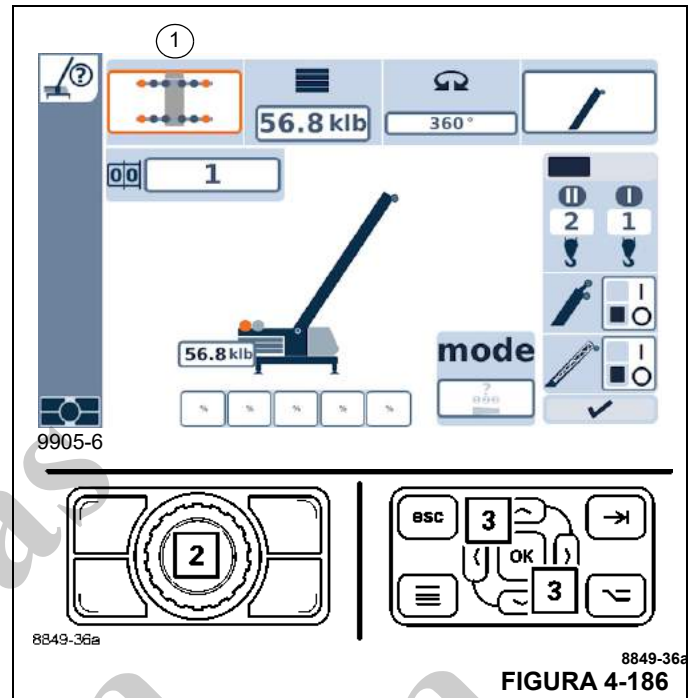

FIGURA 4-186
- Selecione e confirme o símbolo (1, Figura 4-186).
- Use os botões (2) ou (3) para selecionar a extensão do estabilizador de movimentação.